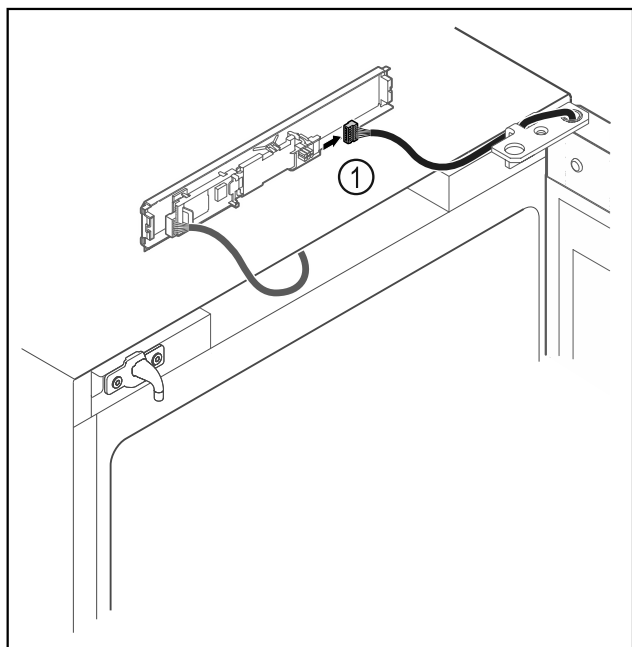

Fig. 15
- Scollegare il connettore Fig. 15 (1) dalla scheda.